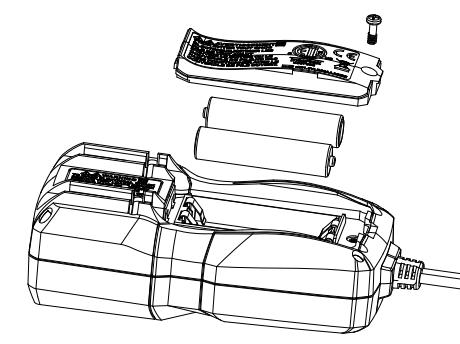

图12
- 2、将本产品面板朝下, 并旋开电池盒上的螺丝, 卸下电池盖, 即可更换电池。(如图12)